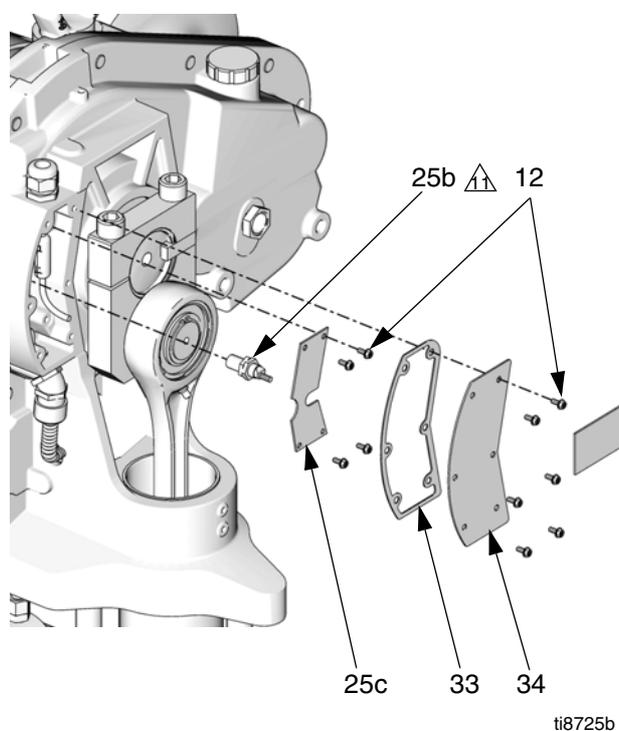

FIG. 14. Capteur TDC (point mort supérieur)
4. Retirez les deux vis (12) et le capot (32).
5. Consultez la FIG. 14. Retirez les six vis (12), le capot du circuit imprimé (34) et le joint (33).
9. Consultez la FIG. 14. Retirez les quatre vis (12) et le circuit imprimé (25c).
12. Installez le circuit imprimé (25c) avec les quatre vis (12).
6. Débranchez les fils du capteur de position et les fils extérieurs de l'IS des deux blocs de bornes (46). Conservez les blocs de bornes. Consultez la section **Schémas électriques** page 10.